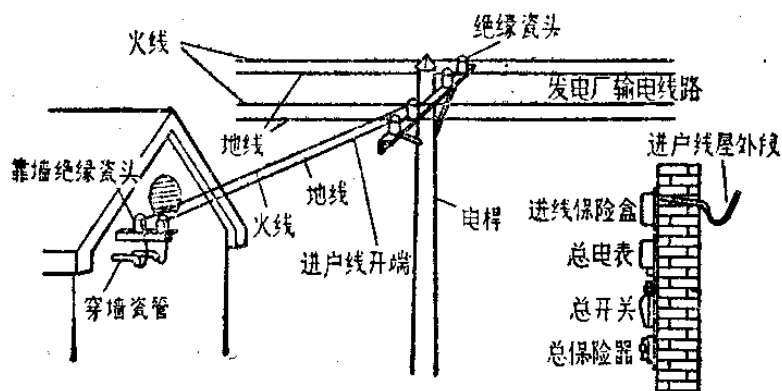

图4-1
1. 进户线: 进户线又叫接户线,是从户外输电线路引到用户屋内总电度表或总开关为止的一段电线,见图4-1。